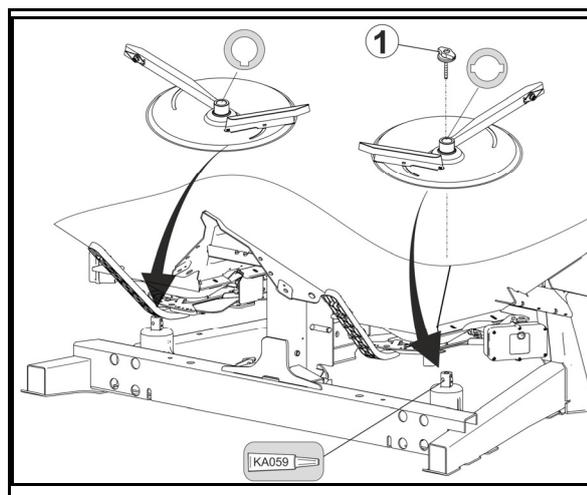

Fig. 61
1. Retirez l'écrou à ailettes (Fig. 61/1).